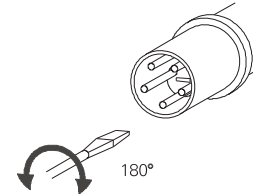

Bild 13:
- Mit einem Schraubendreher den Polwender im Eingangsstecker nach innen drücken und um 180° drehen; der Polwender muss nach dem Drehen wieder einrasten (Bild 13)